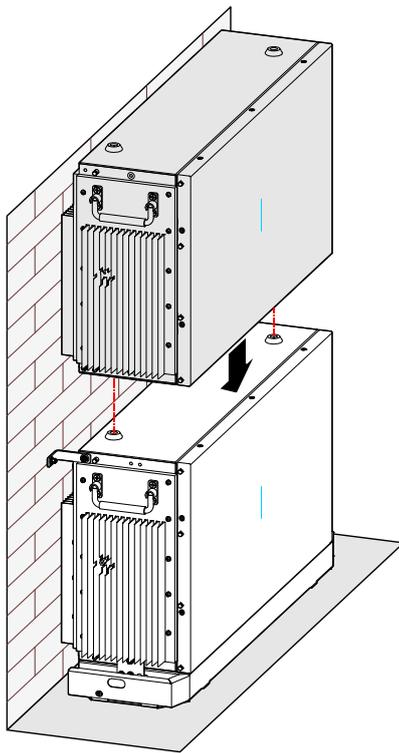

Figura 3-20 Posizionare il pacco batterie
3. Posizionare il pacco batterie superiore sul pacco batterie inferiore, come illustrato in Figura 3-20.